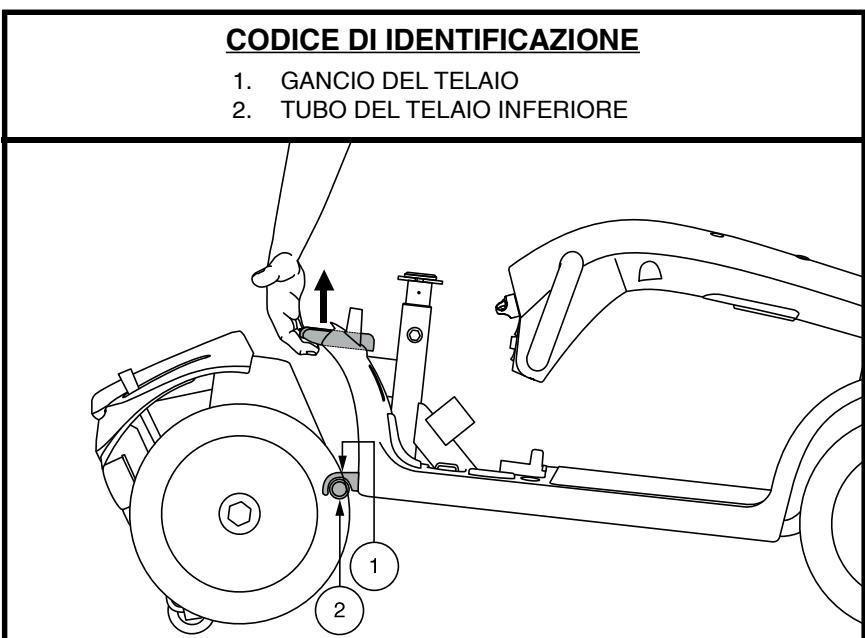

Figura 26. Leva di rilascio del telaio
3. Sollevare la leva di rilascio del telaio. **Vedere figura 26.**
1. Posizionare sezione posteriore e sezione anteriore dello scooter come da **figura 26.**